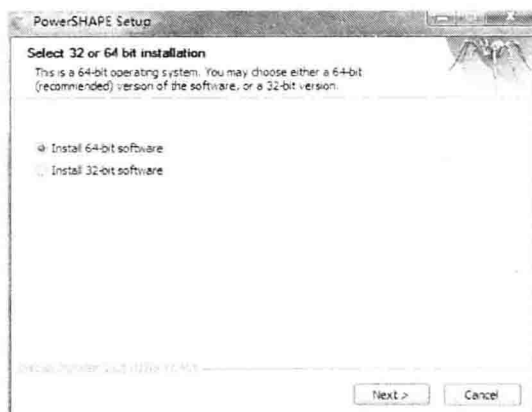

图 1-1 安装对话框 1
- (1) 将 PowerSHAPE 2013 安装软件存储在计算机硬盘中, 然后双击 PowerSHAPE_2013_CR_13.1.20_20120... 安装程序, 弹出《PowerSHAPE Setup》对话框, 如图 1-1 所示。